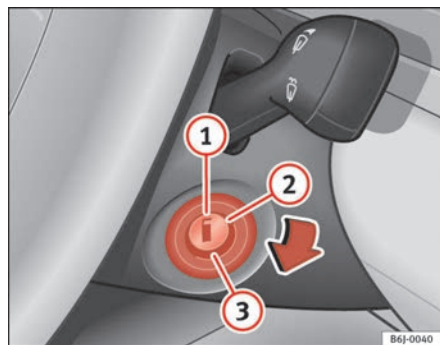

Fig. 94 Posizioni della chiave d'accensione
In questa posizione ⇒ fig. 94 sia il motore che il quadro sono spenti e si può inserire il bloccasterzo.
- Girare la chiave fino alla posizione ⇒ pag. 140, fig. 94 ①. La spia  si accenderà nel caso di preincandescenza del motore.
- Quando la spia si spegne, mettere in moto girando la chiave nella posizione ②, senza dare gas.
- Girare la chiave fino alla posizione ⇒ pag. 140, fig. 94 .